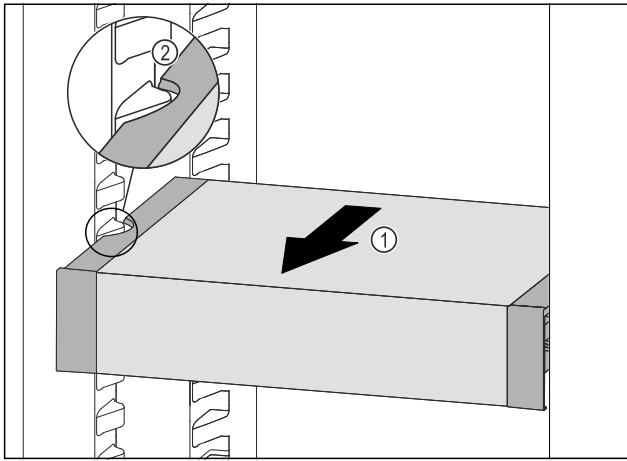

Fig. 182
- Tirer le VarioSafe vers l'avant Fig. 182 (1) jusqu'à ce que les encoches latérales du VarioSafe se trouvent au niveau de la nervure du bac dans la partie réfrigérateur. Fig. 182 (2)